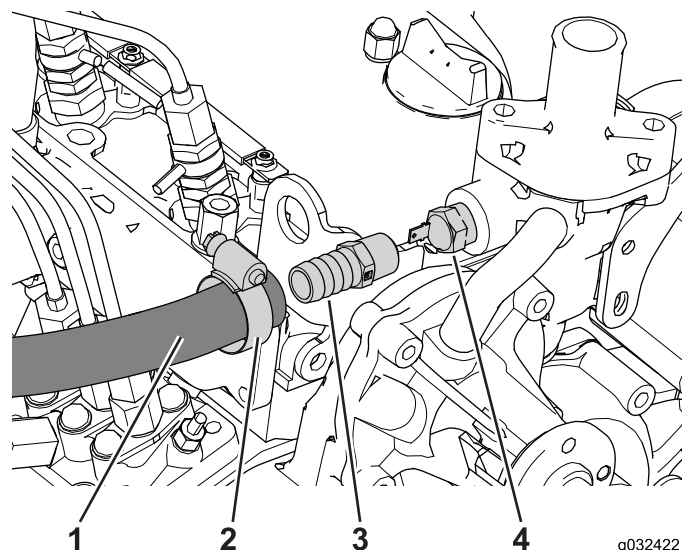

Figure 30
- Localisez, débranchez et déposez le thermocontact (Figure 30).
- Glissez le collier au bout du flexible (Figure 30).
- Branchez le flexible au raccord droit et fixez-le avec le collier, comme montré à la Figure 30.